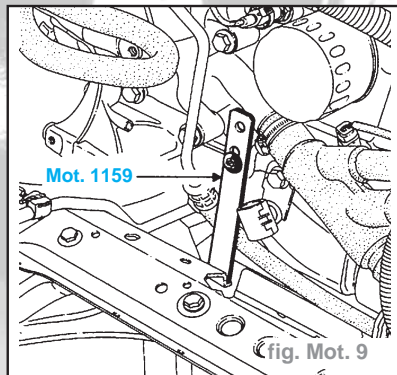

fig. Mot. 9
- Monter la patte Mot. 1159 à la place de la fixation du tube d'eau sur le carter-cylindres (fig. Mot. 9).